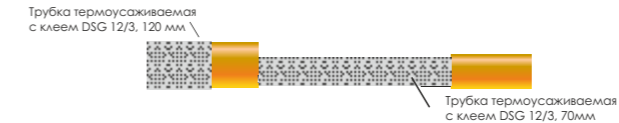

Рисунок 6
3.1.6 Надвинуть на полученное соединение трубку термоусаживаемую с клеем DSG 12/3, 70мм и термоусадить ее с помощью фена горячим воздухом (см. рис.6).